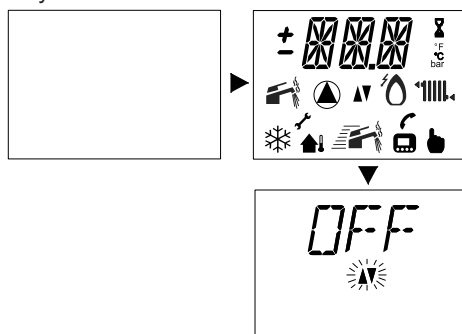

Рисунок 6.6
- При помощи двухполюсного выключателя, предусмотренного при установке, включите электропитание котла. На ЖК-дисплее последовательно отобразятся следующие символы, см. Рисунок 6.6.